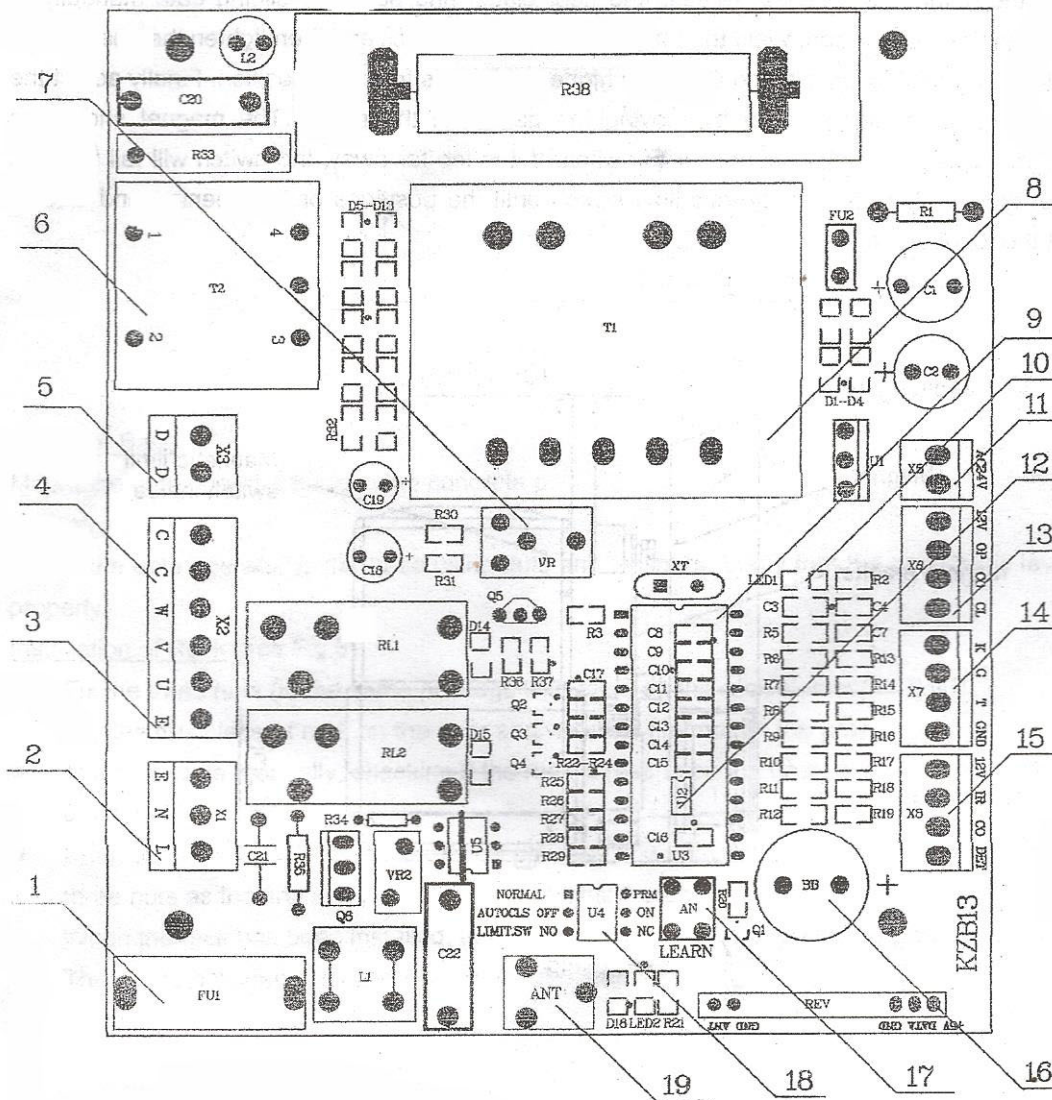

Fig. 9 Esquema de la tarjeta de control
Asegúrese de que el aparato esté apagado antes de realizar las conexiones eléctricas. Retire la tapa de la caja de control, realicen el cableado y vuelva a colocar la tapa. (Ver fig. 9 esquemas de la tarjeta de control y las notas de cableado).
(ver fig. 9 Terminal 18)
- Ajuste de la Función Cierre Automático: El SW 1 y SW 2 colocar en ON (ver fig. 9 terminal 18). (Verifique que la puerta este cerrada) Pulse el botón del Control remoto que se ha programado para abrir la puerta, Detener la puerta en cualquier posición presionando el mismo botón o puede dejarla hasta que llegue a el límite de la carrera, empieza a contar el tiempo de pausa (el rango es de 1 a 44 segundos) esperar al rango que desea programar 10 o 15 segundos y después dar un pulso al botón del control, el motor empieza a cerrar esto quiere decir que ya quedo programado el tiempo del cierre automático, para finalizar vamos a poner el SW 1 en OFF y con esto queda programado el cierre automático.
- Cancelar la Función de Cierre Automático: El SW 1 y SW 2 colocar en ON (ver fig. 9 terminal 18). (Verifique que la puerta este cerrada) Pulse el botón del Control remoto que se ha programado para abrir la puerta, Detener la puerta en cualquier posición presionando el mismo botón o puede dejarla hasta que llegue a el límite de la carrera, después vamos a dejar que pasen 45 segundos y el motor empieza a cerrar, detener la puerta en cualquier posición presionando el mismo botón o puede dejarla hasta que llegue a el límite de la carrera, para finalizar pondremos el SW 1 en OFF.
Ajuste de fuerza: girar el ajuste de fuerza. Mando "VR" (véase la fig 9 de terminal 7.) Con un desarmador aumentar o disminuir la fuerza con la que el motor moverá la puerta.